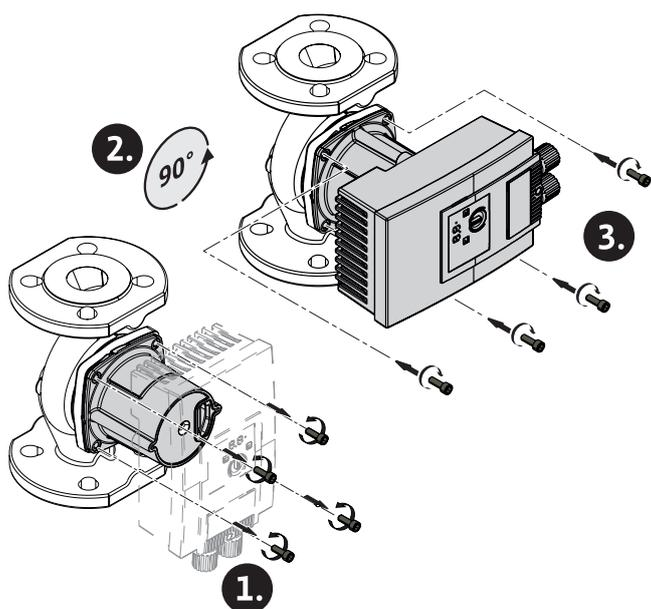

Fig. 5: Allineamento del motore
2. Rimuovere la testa del motore e ruotare con cura → Fig. 5.